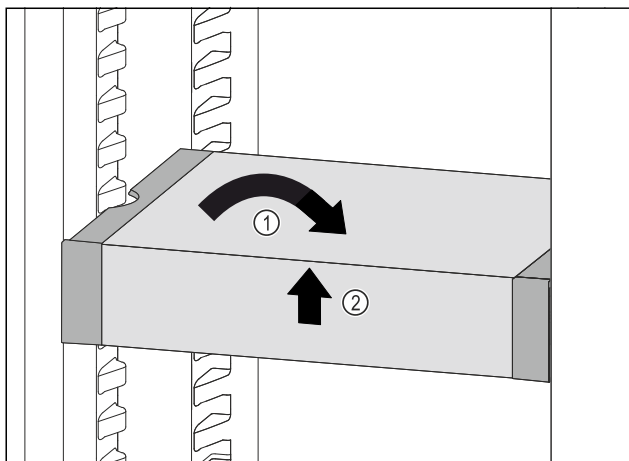

Fig. 137
- Ispravite VarioSafe. Fig. 137 (1)
- Podignite sprijeda VarioSafe. Fig. 137 (2)